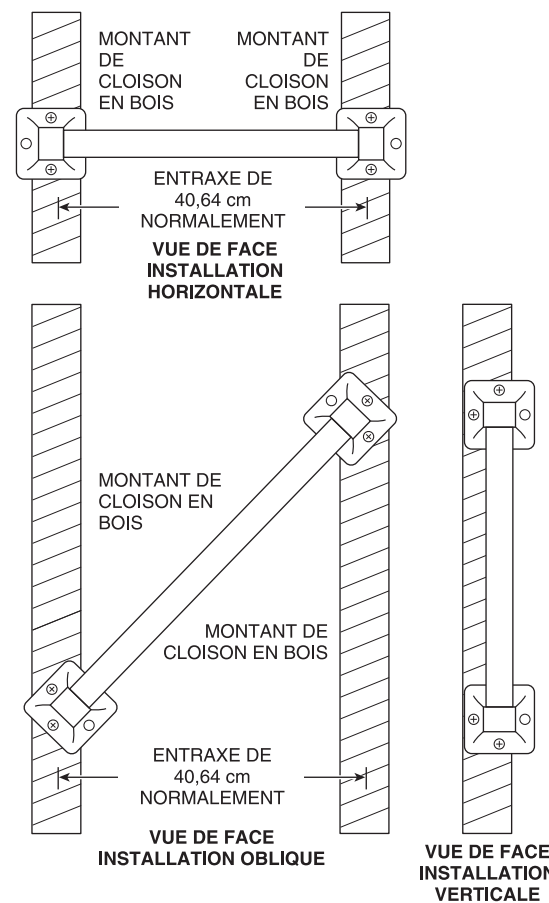

Figure 2
La barre d'appui pour résidence peut être installée verticalement, horizontalement ou obliquement, aussi longtemps qu'au moins deux (2) des trois (3) vis de montage aux deux extrémités de la barre d'appui soient solidement fixées dans un montant de cloison (voir Figure 2). Localisez les montants de cloison avant de commencer l'installation (vous pouvez acheter un localisateur de montant dans une quincaillerie).